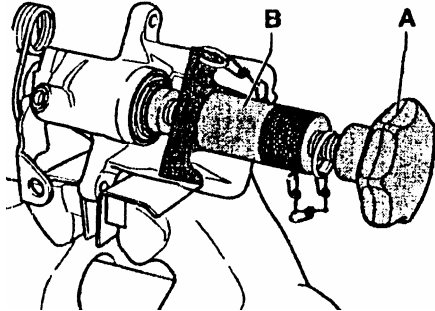

图 13-74 从制动钳壳体上拆下活塞
(1) 从制动钳壳体上拧下活塞，如图 13-74 所示，逆时针转动螺纹心轴 A 并顺时针转动滚花件 B，拆下活塞。
(4) 将活塞拧入制动钳壳体。顺时针转动螺纹心轴并逆时针转动滚花件，拧入活塞（见图 13-74），护罩外密封唇应进入活塞槽内。